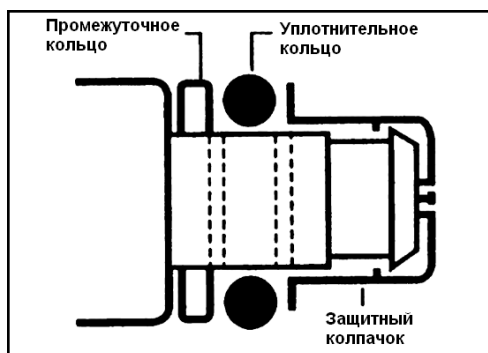
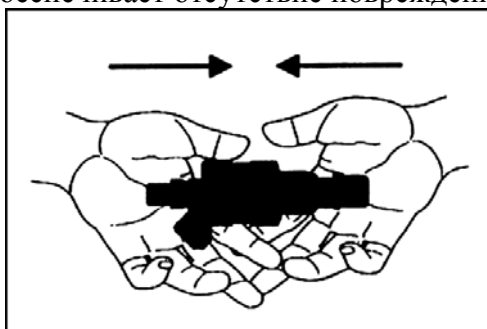

Рис. 9. Установка промежуточного и уплотнительного колец.
Рис. 10. Установка защитного колпачка форсунки.
- надеть промежуточное кольцо на форсунку (рис. 9).
- надеть уплотнительное кольцо на форсунку (рис. 9).
- установить защитный колпачок (см. рис. 9), держа форсунку между ладонями рук, сжать руки в направлении концов форсунки (см. рис. 10). Такой метод установки защитного колпачка обеспечивает отсутствие повреждений штифта форсунки.